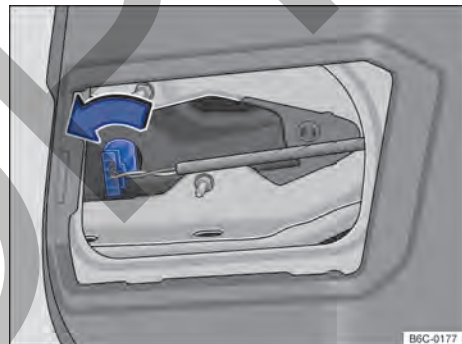

Fig. 130 En la tapa trasera: desinstalar el portalámparas.
- ④ Girar el portalámpara → fig. 130 hasta el tope en sentido antihorario y desencajarlo del alojamiento.
- ⑤ Remover la lámpara quemada del alojamiento.
- ⑥ Cambiar la bombilla quemada por una bombilla nueva del mismo modelo.
- ⑦ Cerciorarse de que la bombilla esté correctamente fijada en el soporte.
- ⑧ Encajar el portalámpara y girarlo en sentido horario hasta el tope.
- ⑨ Volver a colocar la cubierta en la tapa trasera. La cubierta debe encajar y estar firme.
- ⑩ Cerrar la tapa trasera → pág. 72.